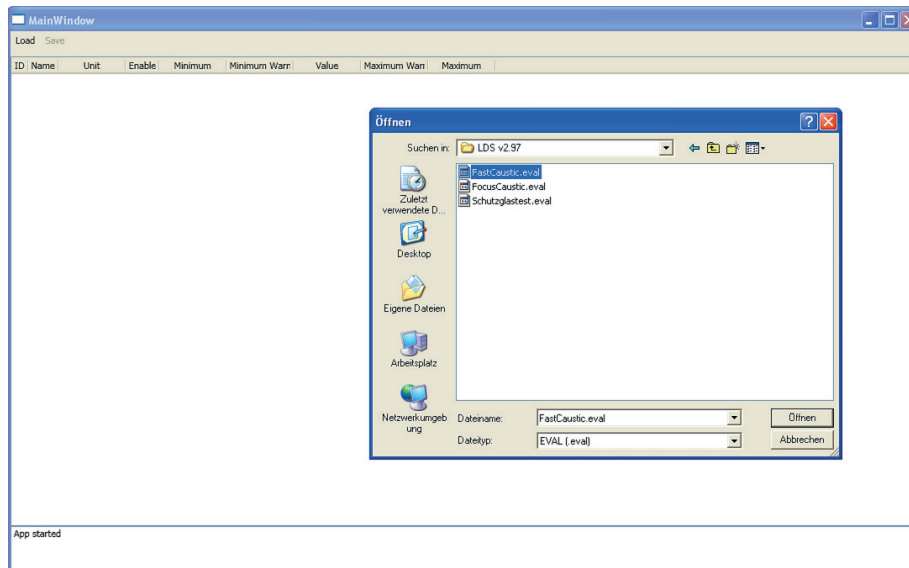

Abb. 21.30: Datei *FastCaustic.eval*
5. Laden Sie die Datei **FastCaustic.eval** wie in Abb. 21.30 dargestellt.